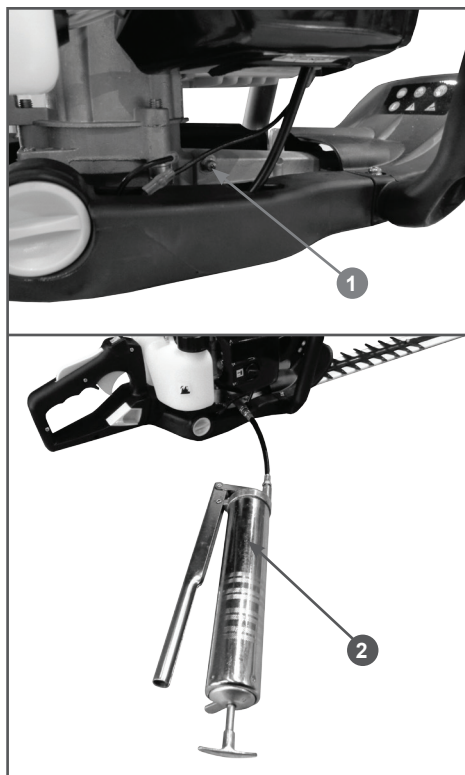

Рис. 13 Обслуживание редуктора
1. Приготовьте шприц-пресс 2 (Рис. 13) и заправьте его смазкой CHAMPION EP-0 или смазкой Литол-24.
2. Удалите грязь с корпуса редуктора мягкой щеткой, пресс-масленку 1 (Рис. 13) протрите чистой ветошью.